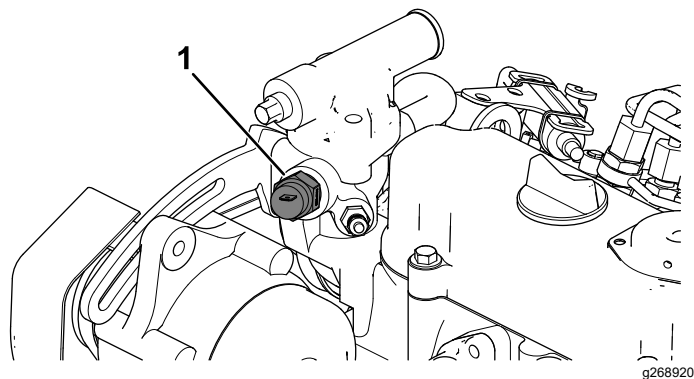

Figura 14
- A. Retire o interruptor de temperatura da caixa do termostato (Figura 14).